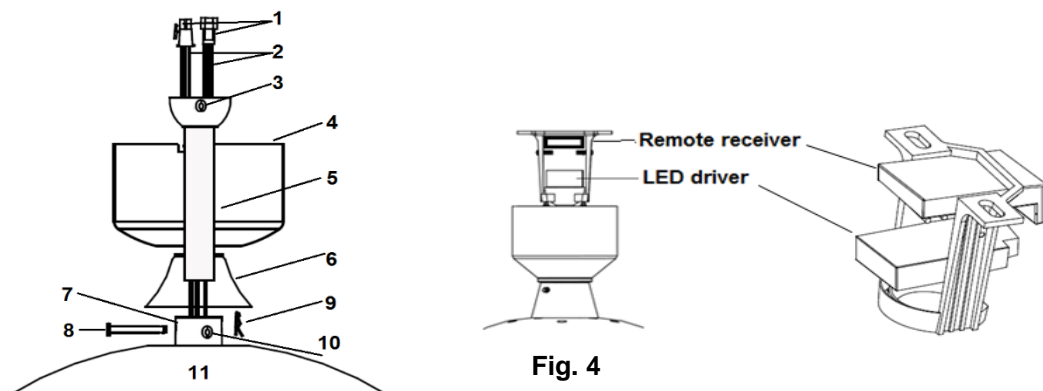

Fig. 4
- 1) Fate passare la barra discendente (5) attraverso la calotta (4) e la copertura del bullone e perno (6).
- 2) Rimuovete il giunto sferico allentando la vite di fissaggio (3) e inserite i cavi del motore attraverso la barra discendente e quindi assicurate il giunto sferico alla barra discendente.
- 3) Inserite la barra discendente nell'innesto (7), allineate i fori dell'innesto con i fori della barra discendente e inserite il bullone (8). Quindi inserite il perno (9) alla fine del bullone.
- 4) Infine assicurate la barra discendente e l'innesto stringendo le due viti di fissaggio (10) sull'innesto. Fig.4
2. Sollevare con cura il ventilatore e mettete l'assemblaggio sfera-asta discendente nello spazio allocato nella staffa di montaggio e bloccate la sfera al suo posto. Inserite il driver del LED nella parte inferiore della staffa di montaggio e quindi inserite il ricevitore remoto nella parte superiore della staffa di montaggio. **Fig.4**